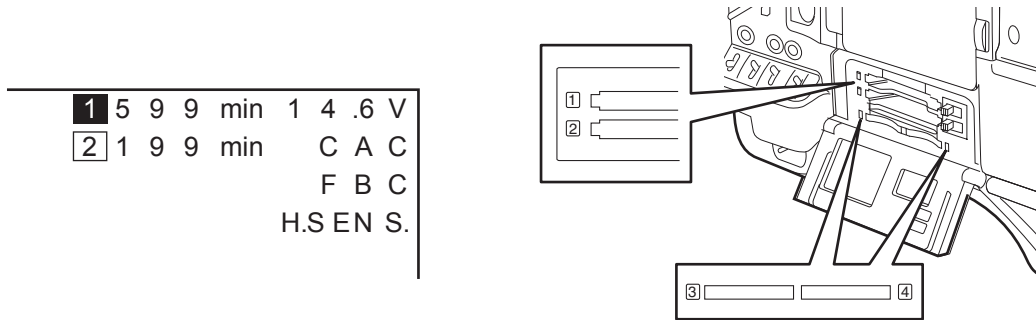

図 1
- コントロールパネルのステータス表示で、バッテリー残量が十分にある。(図 1)